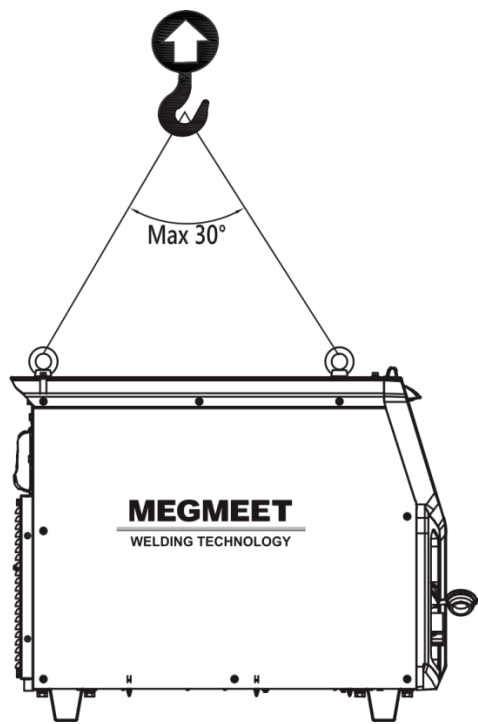

图2-1 搬运示意图
- 3. 对焊接电源进行吊装时，请使用吊环装吊，并且要用 2 根吊带，吊带的夹角必须小于 30 度。如图 2-1 所示。